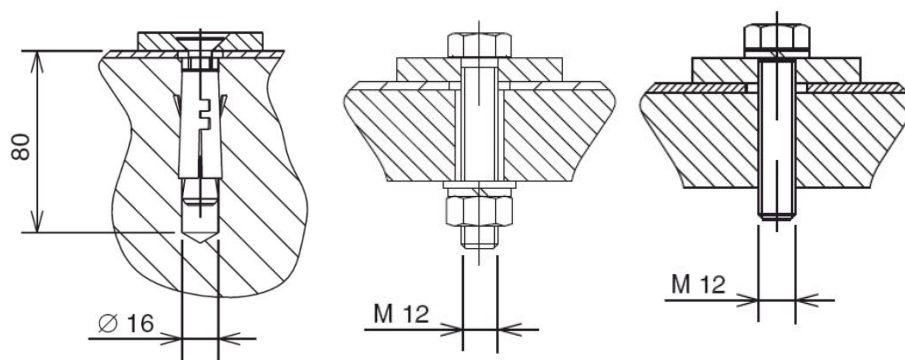

Рис. 17 Способы крепления шкафов КРУ
2.5.2.2 Прикрепить шкаф КРУ к установочной поверхности одним из способов, показанных на рис. 17.